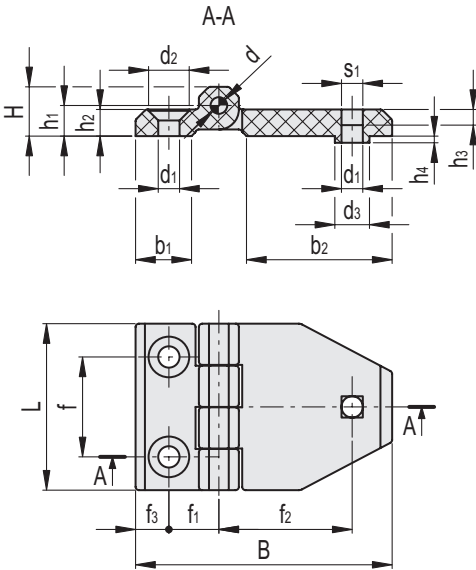

Rys.1
3. Po przeciwnej stronie, nałożyć podkładkę z kołnierzem, płaską podkładkę, po czym dokręcić nakrętkę (rys. 1).